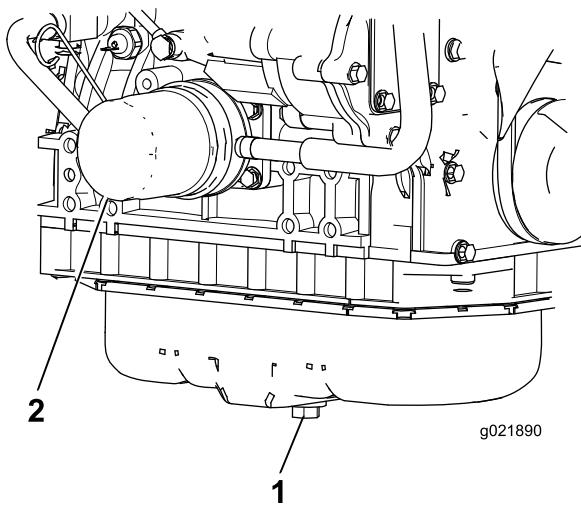

Figura 72
1. Retire el tapón de vaciado (Figura 72) y deje fluir el aceite a un recipiente apropiado. Cuando todo el aceite se haya drenado, instale el tapón de vaciado.
2. Retire el filtro de aceite (Figura 72). Aplique una capa ligera de aceite limpio al filtro nuevo antes de enroscarlo. **No apriete demasiado.**